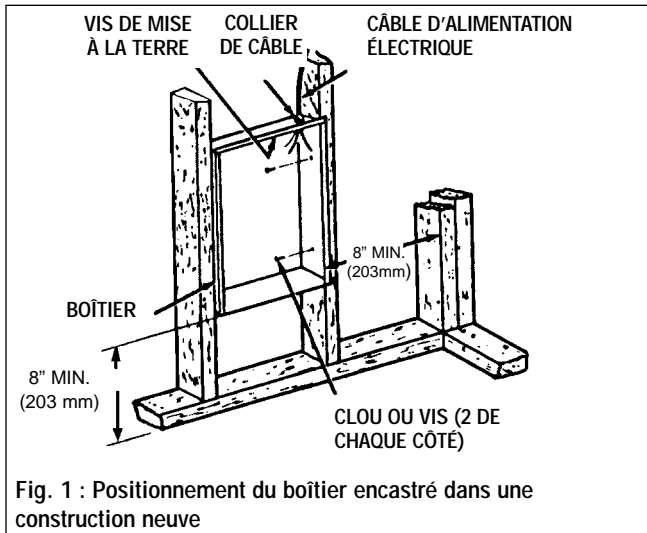

Fig. 1 : Positionnement du boîtier encastré dans une construction neuve
1. Fixation du boîtier mural (voir la figure 1)
- c. Bloquer le boîtier en position avec des vis à bois ou des clous conformément à la figure 1.
2. Câblage de l'alimentation électrique (voir la figure 1)